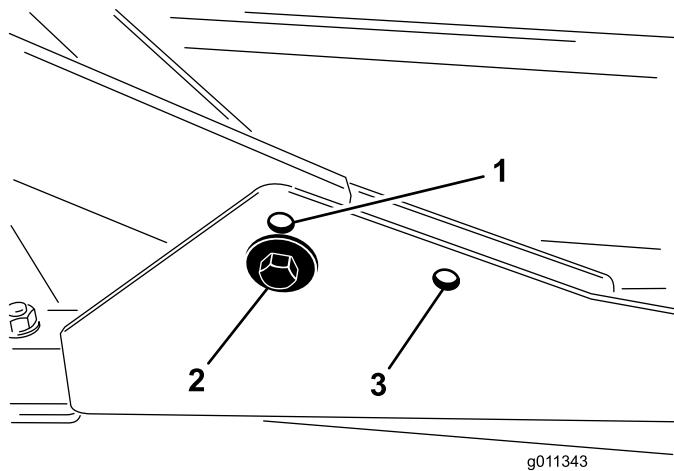

Figura 7
1. Para alturas de corte entre 2,0 a 7,6 cm, monte as estruturas de suporte frontais nos furos de montagem frontais inferiores (Figura 7).
| 2. Para alturas de corte entre 6,3 a 10 cm, monte as estruturas de suporte frontais nos furos de montagem frontais superiores (Figura 7). | |
Para todas as alturas de corte, monte a plataforma de corte traseira nos furos de montagem traseiros (Figura 7).